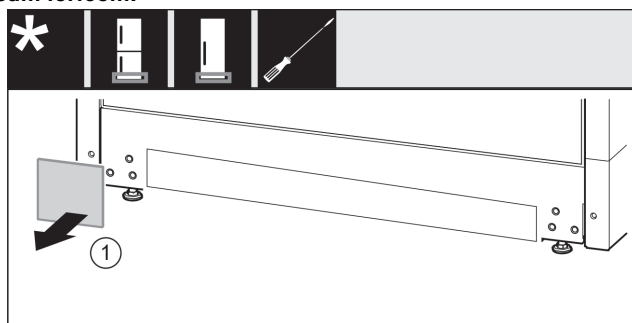

Fig. 16
- ▶ Noņemiet pārsegu Fig. 16 (1).